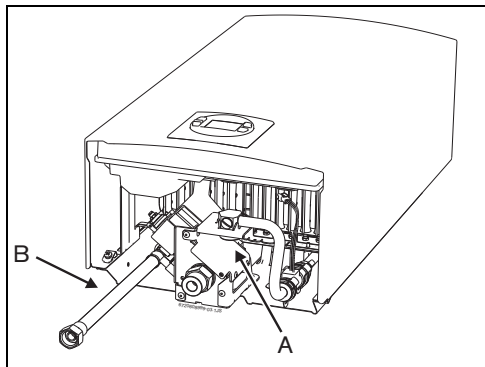

Fig. 15 Ligação da água
- ▶ Identificar a tubagem de água fria (Fig. 15, [pos. A]) e de água quente (Fig. 15, [pos. B]), de forma a evitar uma possível troca.